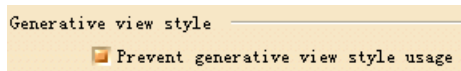

图 6-98
(3) 创成式视图样式 (Generative view style) 选项组 (如图 6-98 所示)